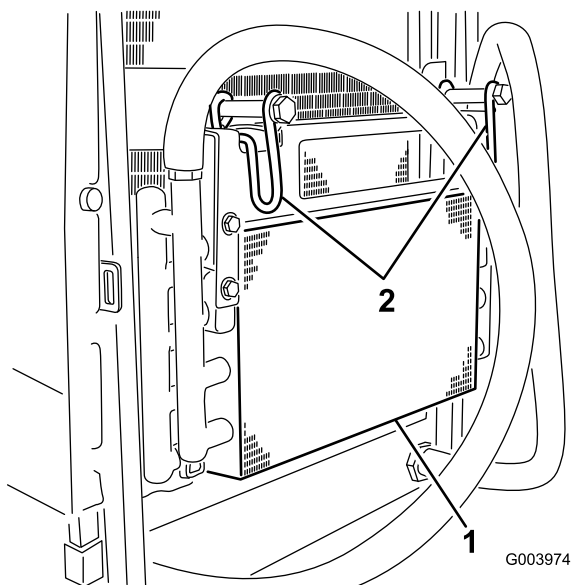

Figure 71
5. Pivotez les attaches vers l'intérieur pour dégager le refroidisseur d'huile (Figure 71).